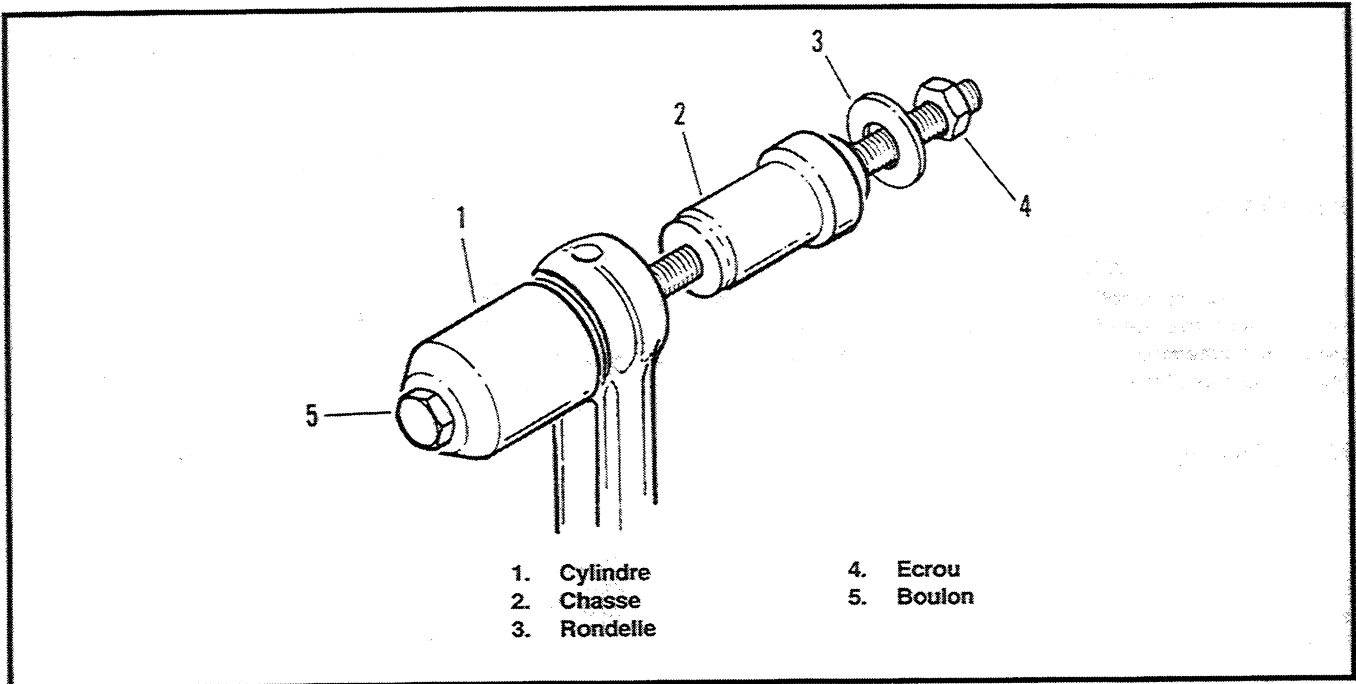

Figure 3-35. Ensemble d'outil de dépose des bagues de bielles
3. Voir Figure 3-35. Attachez l'OUTIL DE POSE DE BAGUE D'AXE DE PISTON (réf. HD-95984-32C) à la bielle (le cylindre est d'un côté de la bielle, le chasse sur le côté opposé) comme indiqué sur la photo.